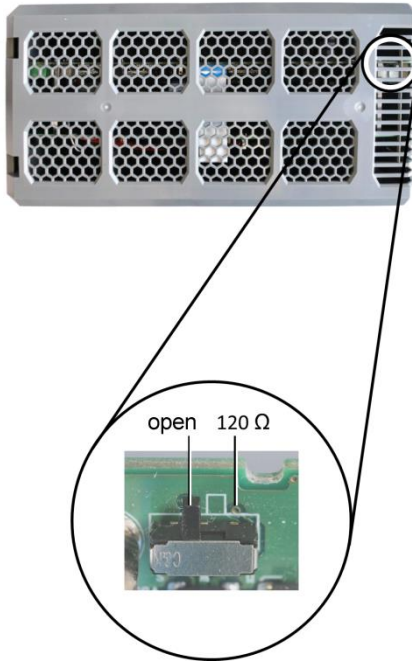

Figura 33: impostare la resistenza terminale
- Impostare la resistenza terminale su "aperta", (si veda Figura 33).